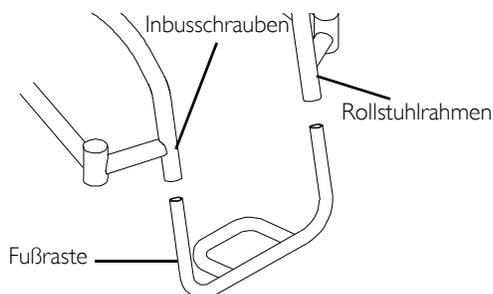

ABBILDUNG 7.1 Einstellen/Auswechseln der Standard-Fußraste
*HINWEIS: Nähere Angaben zu diesem Verfahren finden Sie in **ABBILDUNG 7.1**.*